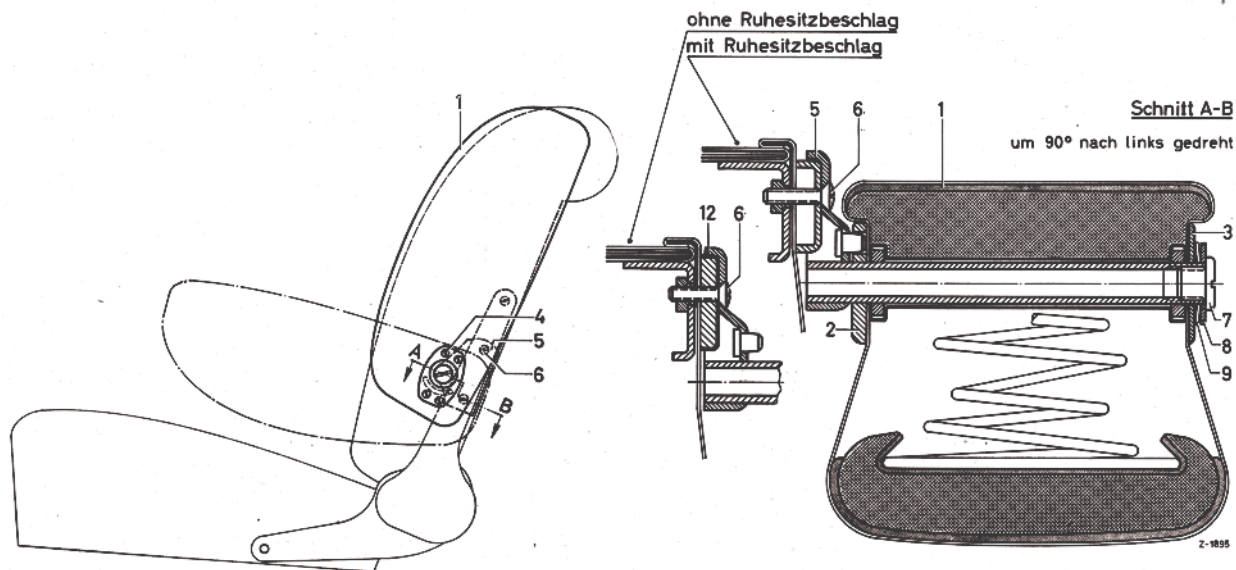

Bild 97-1/2
8. Lager (5) – beim Links- und Rechtslenker verschieden – mit den Linsensenkschrauben (6) an den Ruhesitzbeschlag bzw. an den Fahrerlehnenbügel anschrauben (Bild 97-1/2).